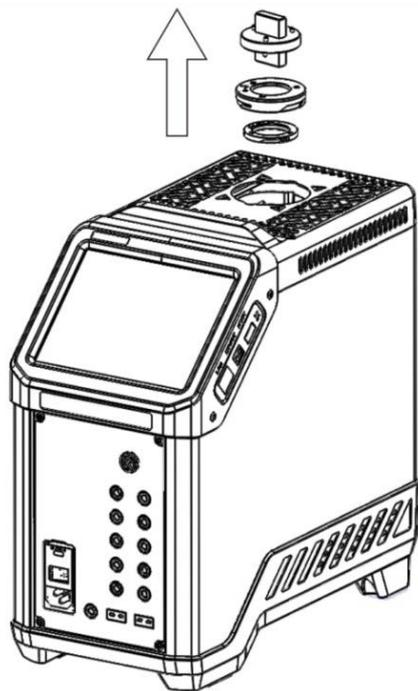

图 10 移除大、小适配环
- 2) 分别使用适配环紧固工具的两个端面，拆下炉口大适配环和小适配环，见图 10；